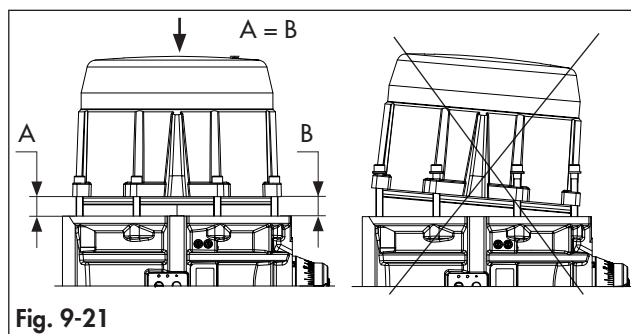

Fig. 9-21
- ➔ Monte as tampas das extremidades como mostrado na Fig. 9-21 mantendo uma distância constante ($A = B$) entre o corpo do atuador e a interface da tampa da extremidade.